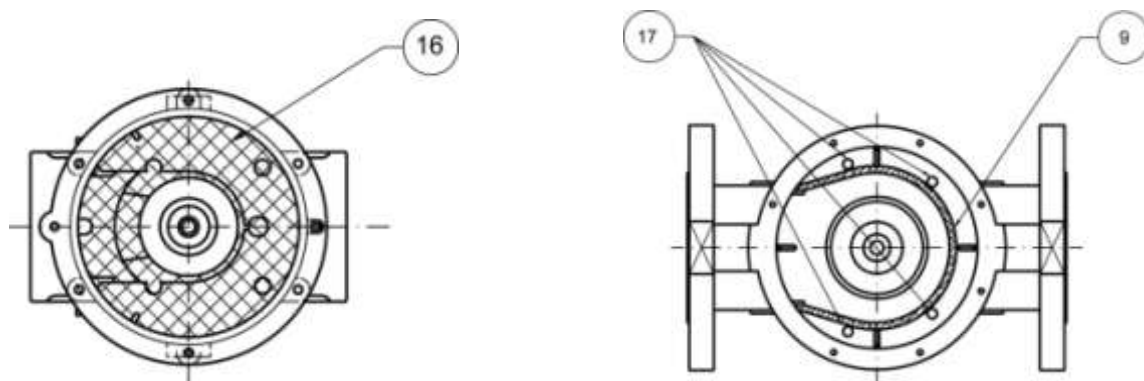

Рис. 11
DN 15 ÷ DN 50 (см. рис 1): при помощи отвертки отпустить винты крепления (9), осторожно снять с корпуса (5) крышку (2), проверить состояние затвора и при необходимости заменить резиновую прокладку (3). Затем прочистить или продуть фильтрующую сетку (16) либо заменить его при необходимости (правильное положение фильтрующего элемента показано на рис. 11) и собрать устройство, выполняя обратную последовательность действий.
DN 65 ÷ DN 300 (см. рис. 3): при помощи отвертки отпустить винты крепления (3), осторожно снять с корпуса (5) крышку (2), проверить состояние затвора (11) и при необходимости заменить резиновую прокладку (10). Затем прочистить или продуть фильтрующий элемент (9) либо заменить его при необходимости (правильное положение фильтрующего элемента показано на рис. 11 и 12) и собрать устройство, выполняя обратную последовательность действий.